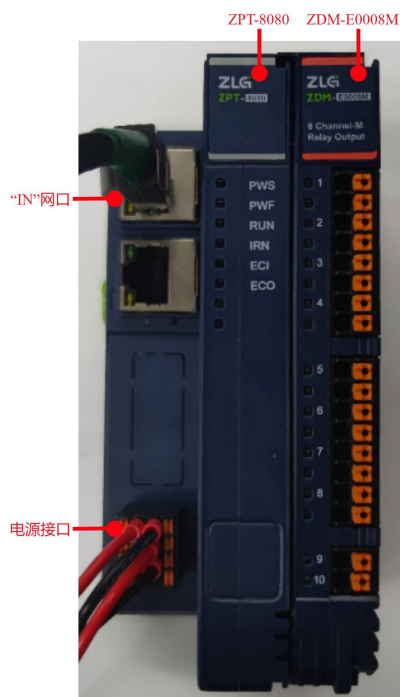

图 5.1 设备接线图
3. 分别接上 ZPT-8080 耦合器系统、现场两路独立的 24V 电源。参考如图 5.1 所示连接 ZDM-E0008M 的 IO 模块硬件。